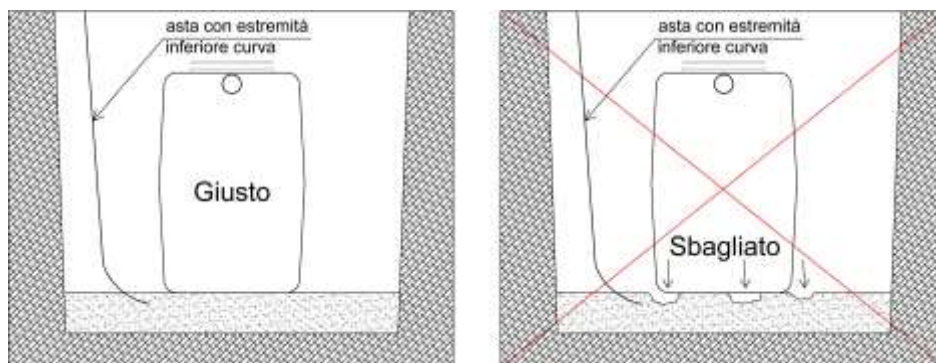

Figura 4-8 ELIMINAZIONE VUOTI DEL RIEMPIMENTO
- Posizionare il manufatto direttamente sul letto realizzato, avendo cura di evitare vuoti al disotto del manufatto (Figura 4-8);